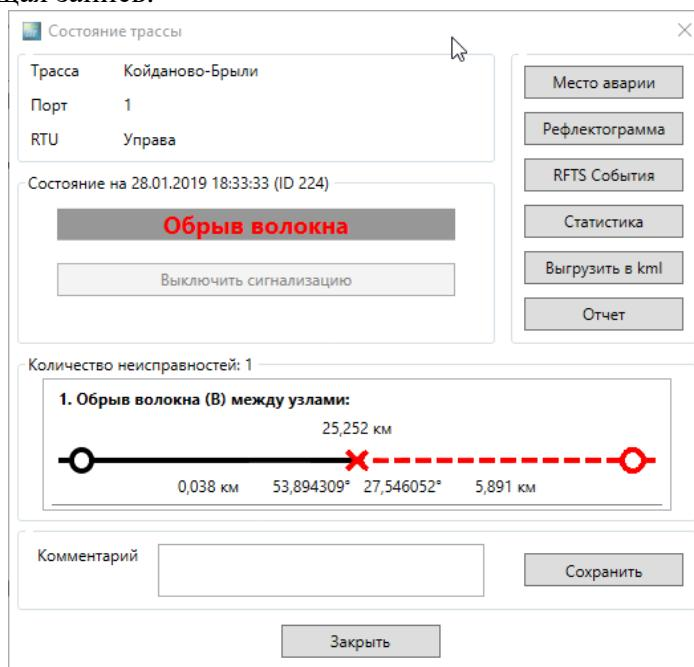

Рисунок 9-2. Пример результата точного мониторинга
3. В результате измерения будет выдано окно с сообщением о состоянии трассы (например, Рисунок 9-2). Данное сообщение появиться только на рабочем месте оператора, где было запущено измерение. Вкладке «**Оптические события**» появиться соответствующая запись.